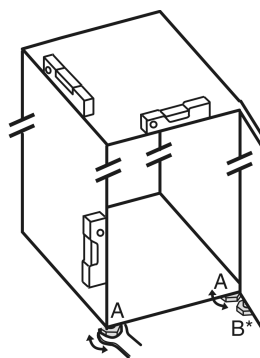

Fig. 5
- Svitare i piedini regolabili Fig. 5 (A) con la chiave a forchetta contenuta nella fornitura e con l'aiuto di una bilancia idrostatica, finché l'apparecchio non si trova in posizione stabile e piana.
- Con la chiave a forchetta in dotazione, svitare il piedino regolabile Fig. 5 (B) sul cuscinetto di supporto inferiore, fino a farlo appoggiare sul pavimento.
- Ruotare ulteriormente il piedino regolabile Fig. 5 (B) di 90°.